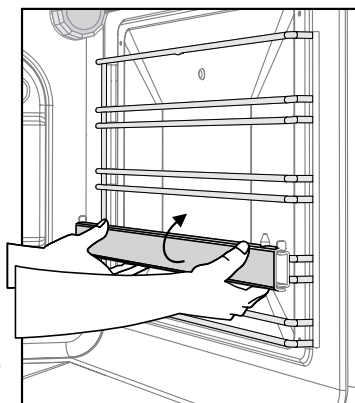

Рис.6
- Телескопические полки могут быть установлены на разной высоте, в зависимости от того, на каком уровне должно идти приготовление пищи. Чтобы переустановить телескопическую полку, необходимо отвести ее нижний край (рис. 6), а затем движением вниз снять с проволочных направляющих. Установка на другой уровень производится в обратной последовательности.